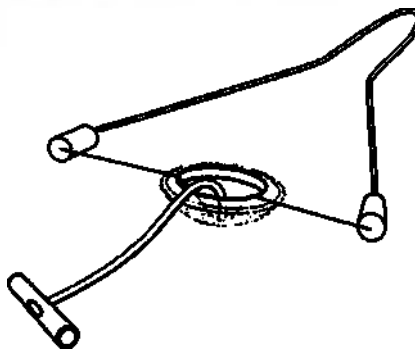

Рисунок 17.
- 7.3. После извлечения устройства доставки осторожно потянуть за пружину натяжения проксимальной закупорки до раскрытия пружины натяжения (рисунок 17). При недостаточном гемостазе для очистки поля необходимо использовать сдуватель/увлажнитель, тонкий конец аспиратора или шприц с солевым раствором. Если гемостаз по-прежнему недостаточен, необходимо осторожно отрегулировать пружину натяжения, чтобы она полностью раскрылась. Если гемостаз все еще недостаточен, необходимо временно остановить кровотечение пальцем, извлечь проксимальную закупорку HEARTSTRING III и заменить ее другой.